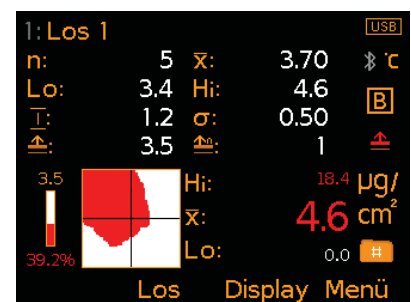

Bild 7: Statistik und Gut/Schlecht Übersicht
- Gut/Schlecht Übersicht^a (Bild 7):** Eine visuelle Anzeige der Salzverunreinigung. Bereiche, in denen der Anteil löslicher Salze den festgelegten Grenzwert überschreitet, werden rot angezeigt und Bereiche, in denen er unter dem Grenzwert liegt, werden weiß angezeigt. Die Messwertbalkenanzeige links neben der Gut/Schlecht Übersicht zeigt den Grenzwert (über der Balkenanzeige) und den prozentualen Anteil des Prüfbereichs, der den festgelegten Grenzwert überschreitet (unter der Balkenanzeige), an. Die Balkenanzeige dient ebenfalls zur visuellen Darstellung des Gut/Schlecht-Prozentsatzes. Der höchste (Hi), niedrigste (Lo) und durchschnittliche (\bar{x}) Messwert für die aktuelle Messung werden rechts angezeigt.